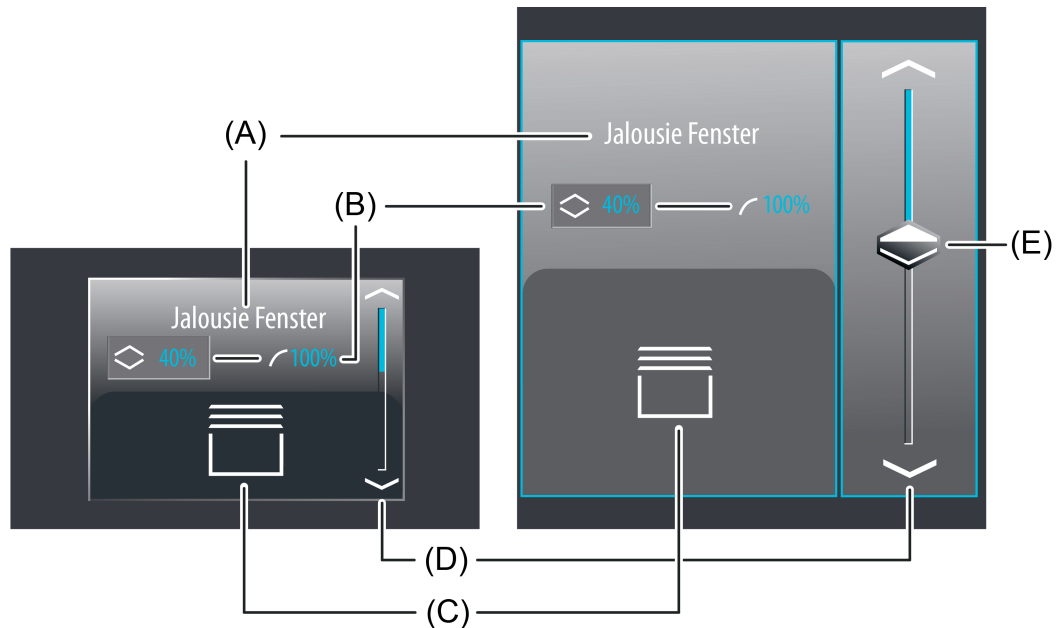

Bild 28: Beispiel für Bedien- und Anzeigeelement der Funktion "Jalousie Positionierung"
Bei der Auswahlbedienung steht neben den Sensorflächen \wedge / \vee oder \langle / \rangle zur Positionierung in die Endlagen oder zur Wertverstellung zusätzlich ein Slider (E) zur Verfügung (Bild 28). Über den Slider ist es möglich, grafisch unterstützt direkt Positionen für Lamellen oder Behanghöhen, je nach Auswahl über die Statuswerte, vorzugeben. Dazu kann der Slider durch Fingerdruck gesetzt oder kontinuierlich gezogen werden. Zum Setzen des Sliders muss der Sliderbereich an der gewünschten Position mit dem Finger berührt werden. Der Slider springt dann unmittelbar an die gewünschte Stelle. Zeitgleich sendet das Gerät den auf diese Weise vorgegebenen Positionswert als Vorgabe auf den Bus aus.
Der Anzeigebereich enthält verschiedene Darstellungselemente (Bild 28), die durch Parameter beeinflusst werden. Jeder KNX Funktion kann in der Konfigurationssoftware eine Bezeichnung vergeben werden (A). Diese Text-Bezeichnung wird im Anzeigeelement zentriert zur Anzeige gebracht, wodurch steuerbare KNX Funktionen für den Anwender kenntlich gemacht werden (z. B. "Jalousie Fenster"). Zusätzlich können unterhalb der Bezeichnung zwei Statuswerte (B) für Behanghöhe und Lamellenposition eingeblendet werden, die entweder abhängig von den Objektwerten der Positions-Rückmeldungen des angesprochenen Jalousieadenaktors oder alternativ direkt abhängig von der Positionswertvorgabe der Bedienelemente Positionswerte im Klartext anzeigen ("0...100 %"). Solange nach einem Geräteset noch keine Rückmeldungs-Objektwerte empfangen oder noch keine Positionswerte vorgegeben wurden, zeigen die Statuswerte "---%" an.